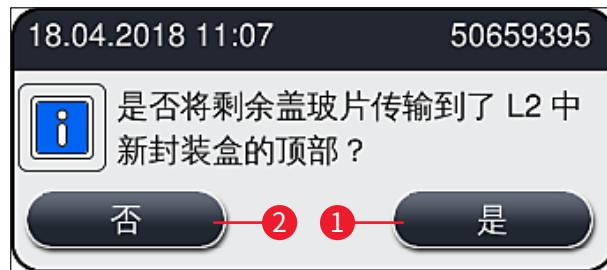

图 63
8. 关闭仪器罩后，将询问用户是否已将剩余盖玻片插入新的盖玻片封装盒 (→ 图 63)。如果是这种情况，请使用是 (→ 图 63-1) 确认信息消息。如果没有插入盖玻片，则使用否 (→ 图 63-2) 确认信息消息。